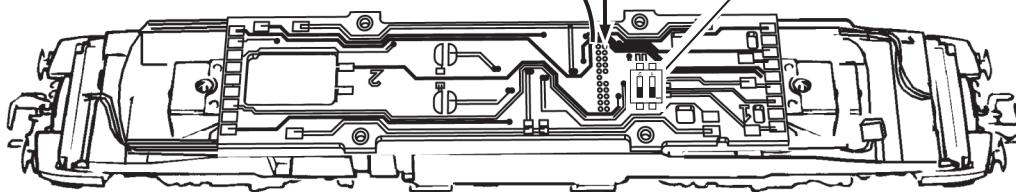

Fig. 8
2. Schmierung: Versehen Sie die im Schmierplan in Fig. 8 gekennzeichneten Stellen mit nur **kleinen Öltropfen**. Dazu zuerst das Lokgehäuse abnehmen (Fig. 3). Wir empfehlen den ROCO **Öler Art.-Nr. 10906**. Fürs Schmieren der Getriebeteile (Zahnräder, Schnecke) empfehlen wir das **ROCO-Spezialfett Art.-Nr. 10905**. Im Falle der Schmierung diese Teile **nicht ölen**.
2. Lubrication: Apply **tiny oil drops** to spots marked in fig. 8. Prior to lubrication dismantle locomotive (fig. 3). We recommend using item no. **10906, Roco oiler**. For lubrication the gearparts (e.g. cogwheels, worm) we would recommend our Roco **special grease** (item no. **10905**).
2. Graissage: N'appliquez **qu'une tout petite goutte** aux endroits indiqués par le plan de graissage (fig. 8) après avoir démonté la caisse de la locomotive (fig. 3). Nous vous recommandons le **graisseur à huile Roco réf. 10906**. Pour graisser les engrenages (roues dentées, vis sans fin) nous vous conseillons la **graisse spéciale Roco réf. 10905** pour engrenages en matières synthétiques. Lorsque vous utilisez cette graisse il faut éviter d'huiler ces composants.